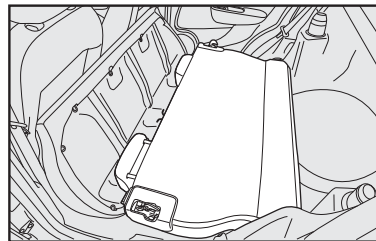

fig. 93
- Rebatir para a frente o encosto **fig. 93** do banco traseiro passando pelos cintos de segurança traseiros de modo a obter um único plano de carga no compartimento de bagagens.